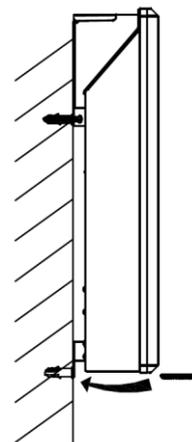

Рис.3
- Снова повесьте нагреватель на стену, вставьте и закрепите винты ST4\*40 в два нижних отверстия (Рис.3).